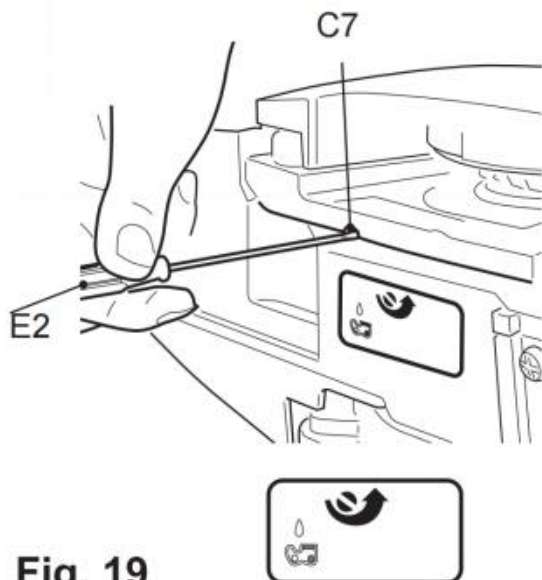

Fig. 19
- 4) Obróć śrubę regulacyjną (C7) olejarki na spodzie produktu, aby wyregulować przepływ oleju łańcuchowego za pomocą narzędzia wielofunkcyjnego (E2) (rys. 19).